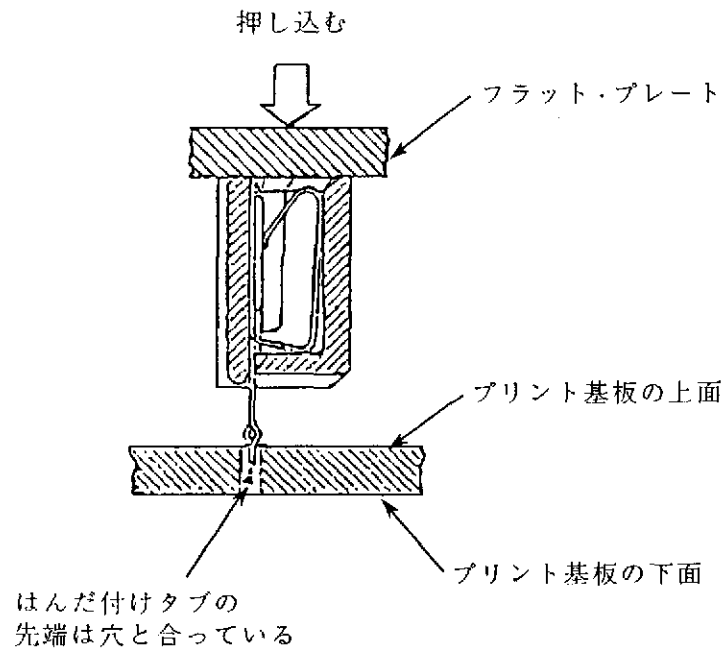

Fig. 7
- (1) Fig. 7に示すように、はんだ付けタブの先端をプリント基板の穴に合わせること。
- (2) フラット・ケーブルをコネクタのケーブル挿入部の上に正しく置くこと。
- (3) プリント基板とフラット・プレートに対して直角に押し込み力を加え、コネクタが基板にパチンと固定し落ち着くようにすること。
- (4) コネクタはプリント基板上部にしっかりと固定され、はんだ付けタブの先端はすべてプリント基板下面に突き出していること。